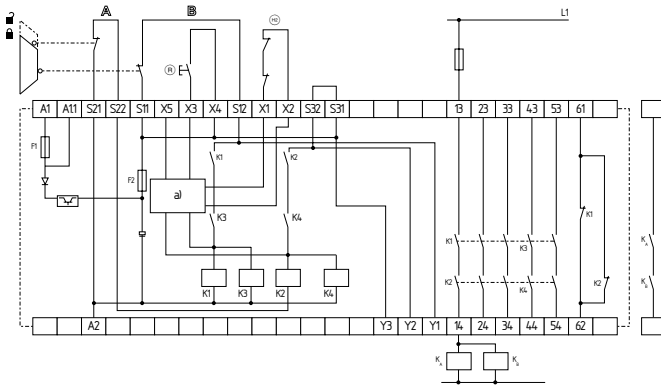

Fig. 5
**Commande à deux canaux à l'exemple d'une surveillance de porte, avec deux contacts A et B, dont au moins un à manoeuvre positive d'ouverture, avec bouton poussoir de réarmement externe (R) (fig. 5)**